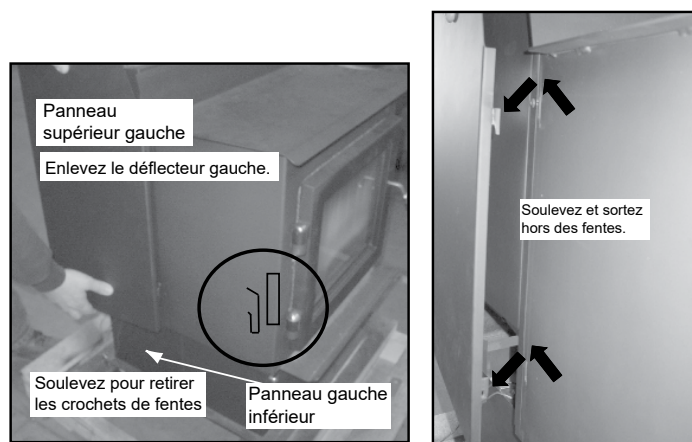

Figure 21.2
5. Enlevez le panneau supérieur gauche et le panneau le plus bas du côté en les soulevant, puis en tirant vers l'extérieur. Les crochets des panneaux glisseront hors des fentes de l'appareil. **Figure 21.2.**